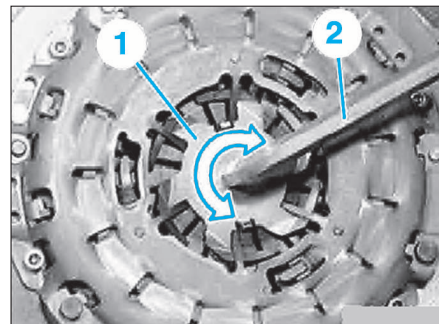

FIG. 13
- A l'aide d'une clé à six-pans creux de 14 (2), dévisser avec précaution la pièce de verrouillage (1) en la tournant dans le sens horaire ou antihoraire (Fig.13).